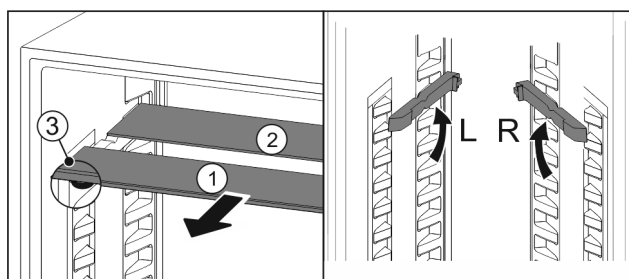

Fig. 23
- ▶ Издърпайте *Fig. 23 (1)* поотделно стъклените плочи напред.
- ▷ Стъклената плоча *Fig. 23 (1)* с декоративната лайсна е отпред.
- ▷ Ограничителите *Fig. 23 (3)* сочат надолу.